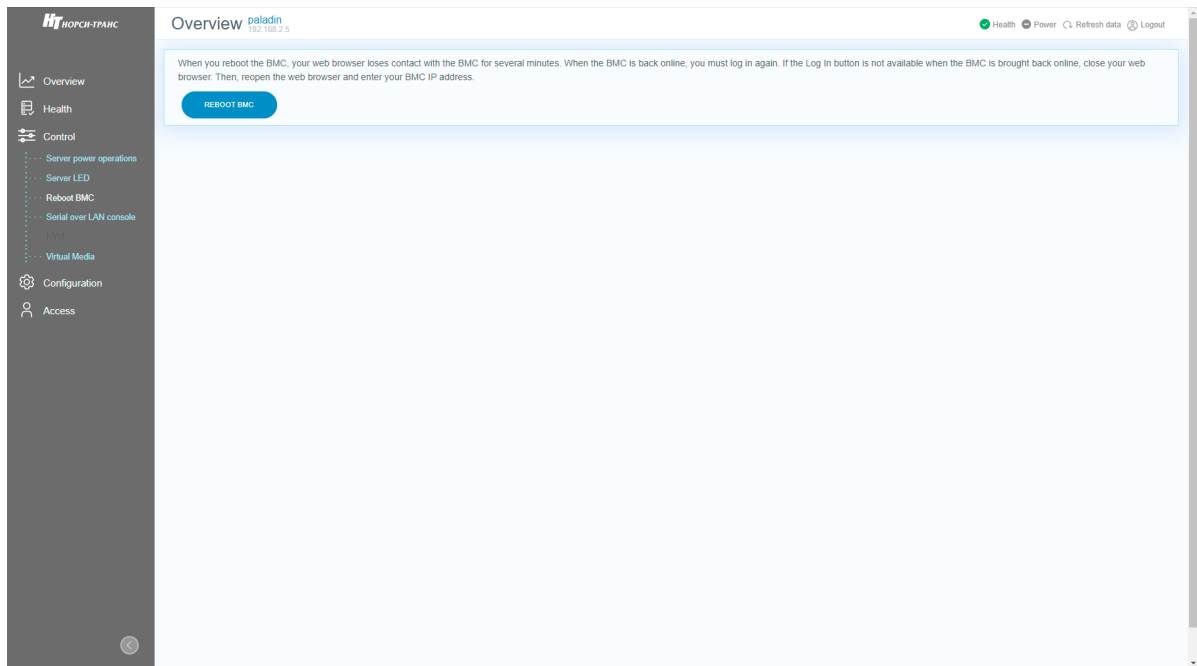

Рис. 79. Окно «Reboot BMC»
- 4) Пройдите во вкладку «Control» → «Reboot BMC» в данной вкладке осуществляется перезагрузка BMC. Нажмите на кнопку «Reboot BMC» для перезагрузки BMC. Окно показано на рис. 79 Окно «Reboot BMC».